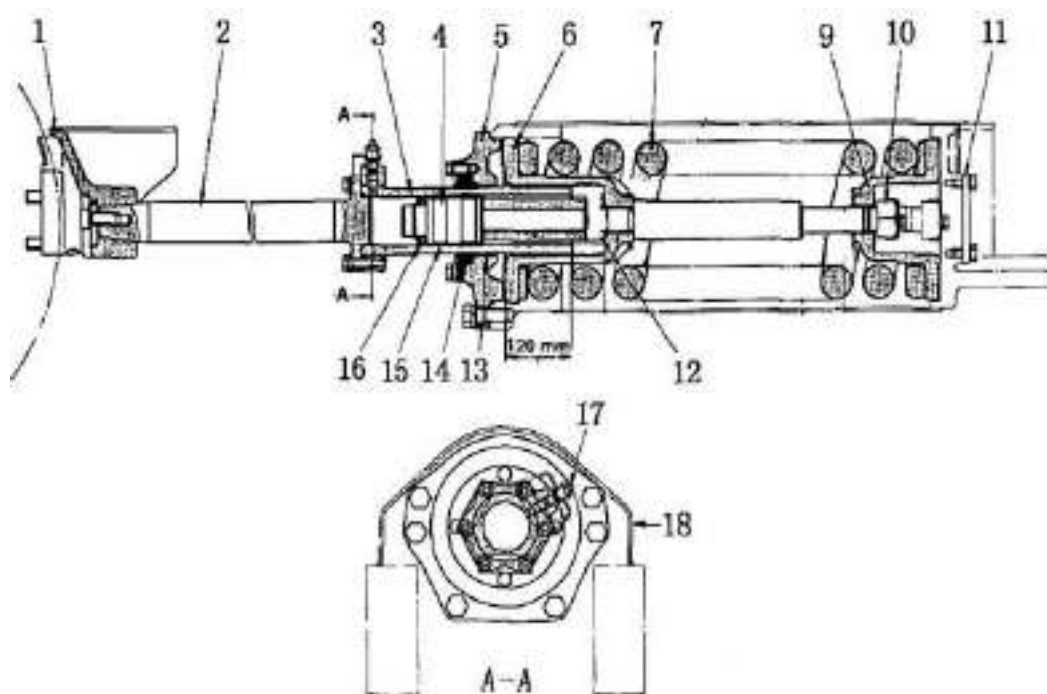

Рис. 5-42
1. Натяжная пружина (Рис. 5-42)